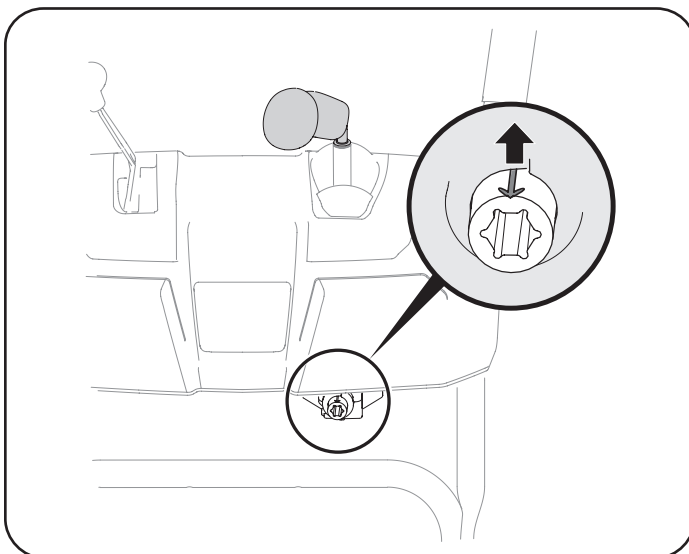

Figura 23
5. Gire la palanca de control hasta la posición de la 1 en punto de manera que la flecha indicadora plateada del engranaje del piñón que está debajo del tablero de control quede orientada hacia arriba. Consulte Figura 23.